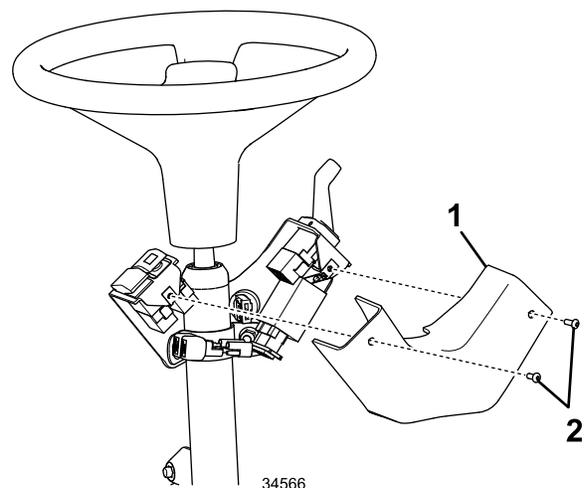

Figure 23
10. Montez le couvercle sur la patte de fixation de colonne à l'aide de 2 vis à tête bombée creuse hexagonale, comme montré à la Figure 23